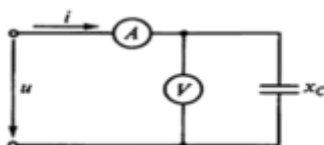

Рис.7.2
15. Напряжение на зажимах цепи рис.7.2 $u=100\sin(314t)$. Каковы показания амперметра и вольтметра в этой цепи, если $X_C=100$ Ом.